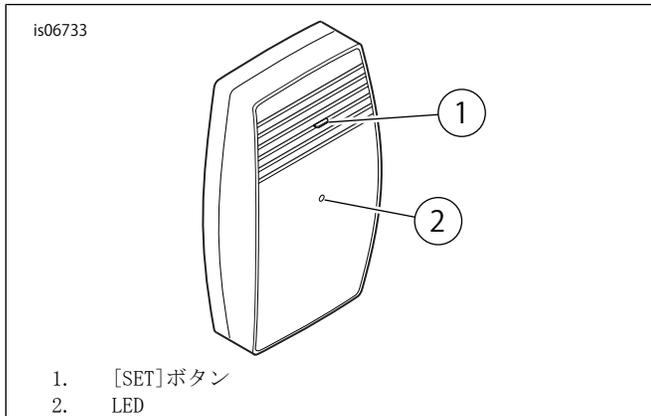

図33。ガレージドアオープナーレシーバー、正面図
4. 「図33」を参照してください。ハーレーダビッドソンガレージドアオープナーレシーバーのセットボタン(1)を長押しします。[SET]ボタンを押している間、レシーバーのLED(2)が点滅を続けます。